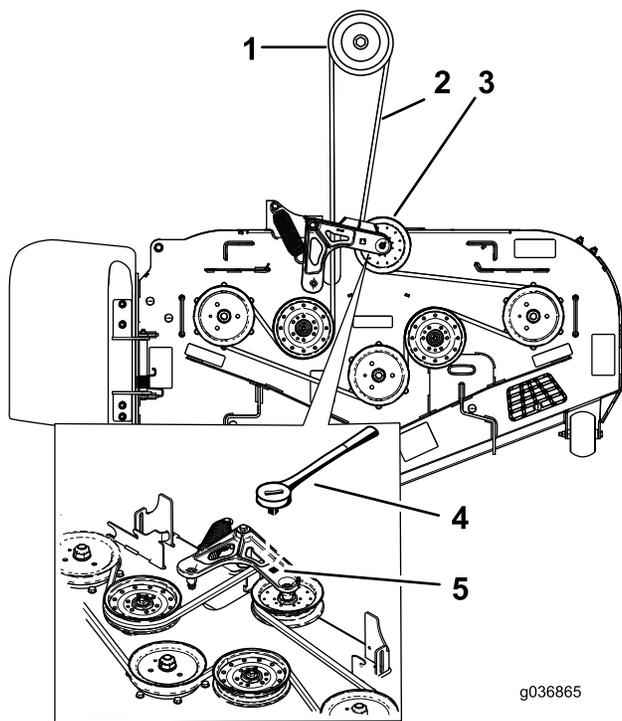

Figure 28
1. Sur la tondeuse, décrochez le ressort de la poulie de tension rappelée par ressort ; voir la Figure 26 ou la Figure 28.
Remarque: Pour les modèles de ventilateur 78486, 78487, 78488, 78404, 78405 et 78406, insérez un rochet dans le trou carré du bras de tension pour détendre le ressort de la poulie de tension (Figure 28).
- 9. Chaussez la courroie de plateau de coupe sur la poulie de tension rappelée par ressort (Figure 26 ou Figure 28).